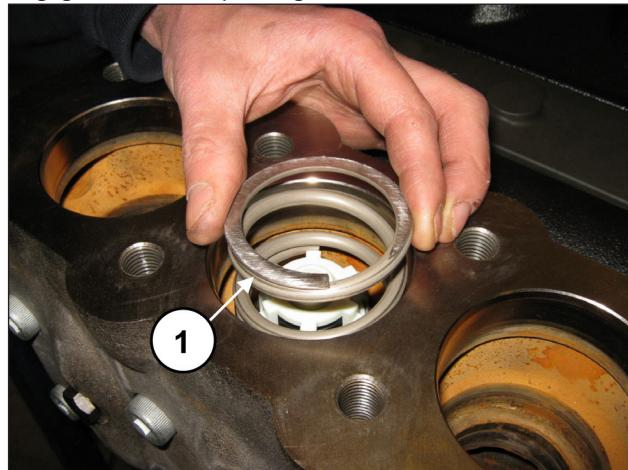

Fig. 99
Dégager le ressort (rep. ①, Fig. 99).